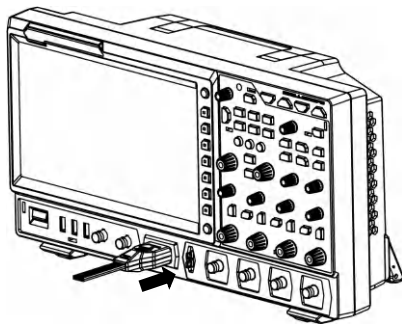

图 1-9 连接逻辑探头
1. 将逻辑探头输出端按正确的方向连接至示波器前面板的数字通道输入端，如图 1-9 所示。